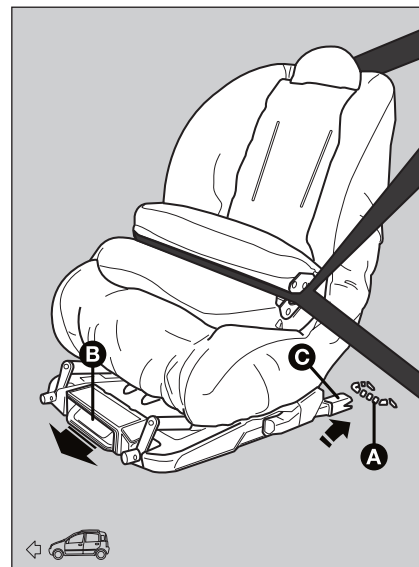

fig. 15
- assicurarsi che la leva di sgancio **B**-**fig. 15** sia in posizione di riposo (rientrata);